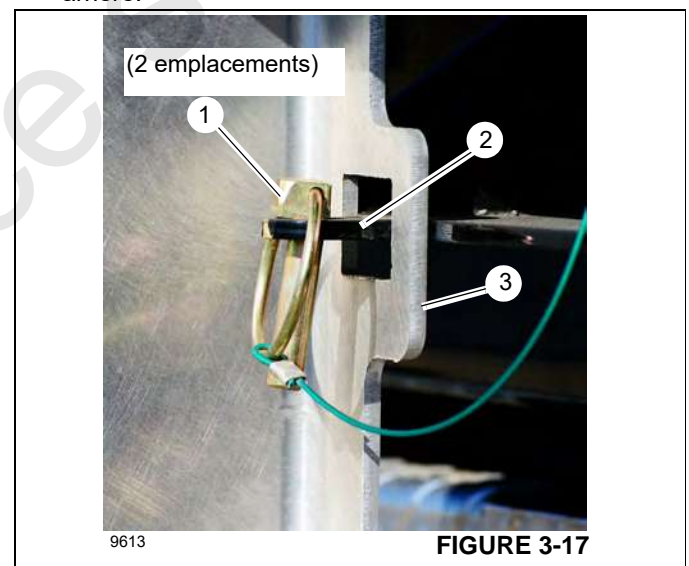

FIGURE 3-17
1. Retirer les esses (1, Figure 3-17) des supports (2).
2. Soulever l'échelle et installer ses axes (2) dans les bagues situées sur le dessus du pare-chocs arrière.
3. Installer les esses (1, Figure 3-17) dans les supports (2) pour fixer l'échelle (3) au pare-chocs arrière.